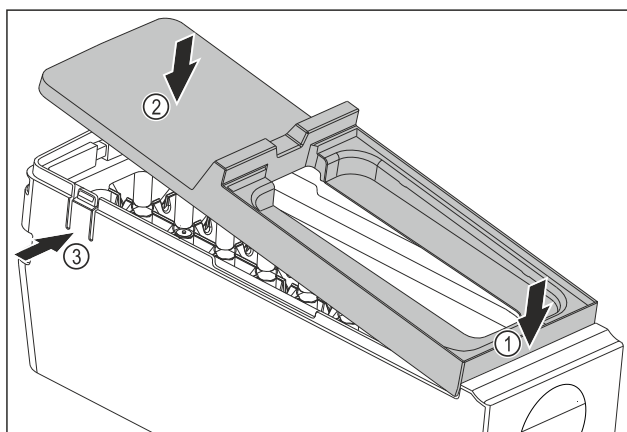

Fig. 85
- ▶ Montare la copertura del corpo dell'EasyTwist-Ice: Applicare la copertura sul davanti. Fig. 85 (1)
- ▶ Abbassare la copertura sul retro. Fig. 85 (2)
- ▶ La copertura si innesta in entrambe le linguette Fig. 85 (3) in modo udibile.